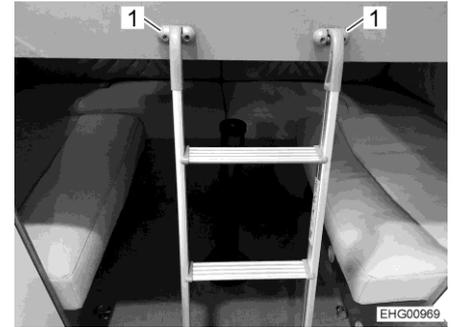

Fig. 69 Échelle de montée
- Accrocher l'échelle de montée aux deux fixations (Fig. 69,1). Veiller à la stabilité de l'échelle de montée.